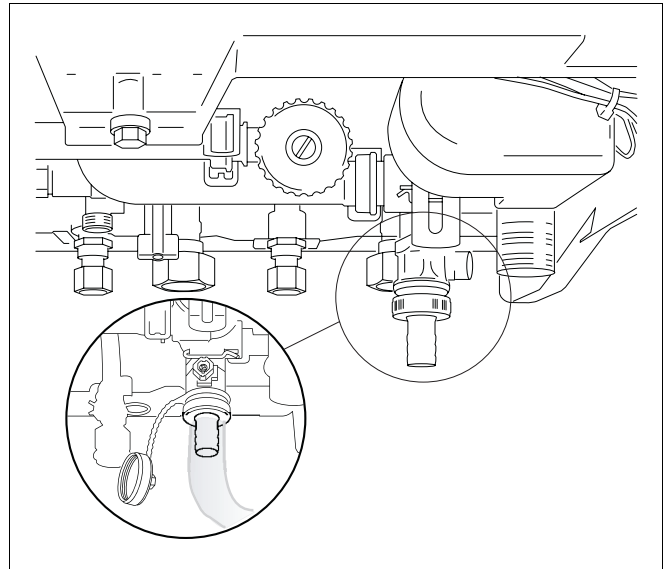

Bild 25 Heizungsanlage befüllen
- Schlauch an den Füll- und Entleerhahn im Heizkessel anschließen (→ Bild 25).